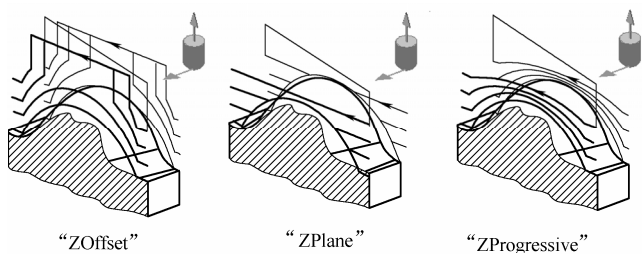

图 2-74 “Roughing type” 选项
“Roughing type”选项如图 2-74 所示。
- “ZOffset”：每层加工刀具路径是从零件的加工表面沿着 Z 轴偏置的，如图 2-74 所示。
- “ZPlane”：刀具路径轨迹平面垂直于刀具轴线（Z 轴），如图 2-74 所示。
- “ZProgressive”：系统自动计算毛坯上表面与加工零件表面之间的距离，并进行等分得到加工路径，如图 2-74 所示。